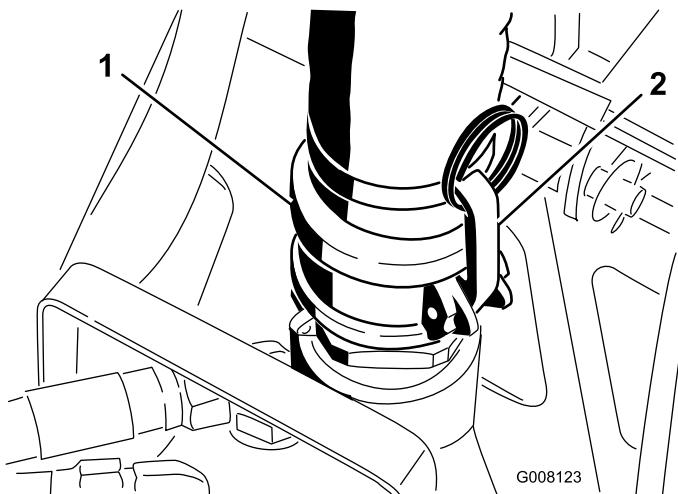

Figura 13
3. Rilasciate i fermi e scollegate il flessibile di scarico dalla pompa (Figura 13).